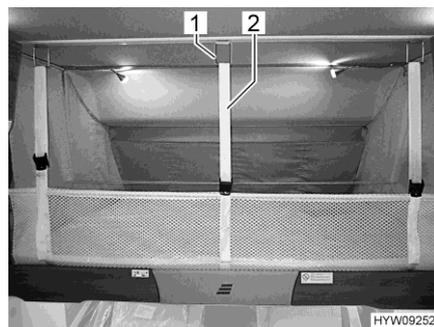

Fig. 71 Red de seguridad (cama elevada)
- Soltar los cinturones de retención (Fig. 71,2) y colocar la red de seguridad debajo del colchón.
- Enganchar los cinturones de retención (Fig. 71,2) en los ganchos (Fig. 71,1) del techo.